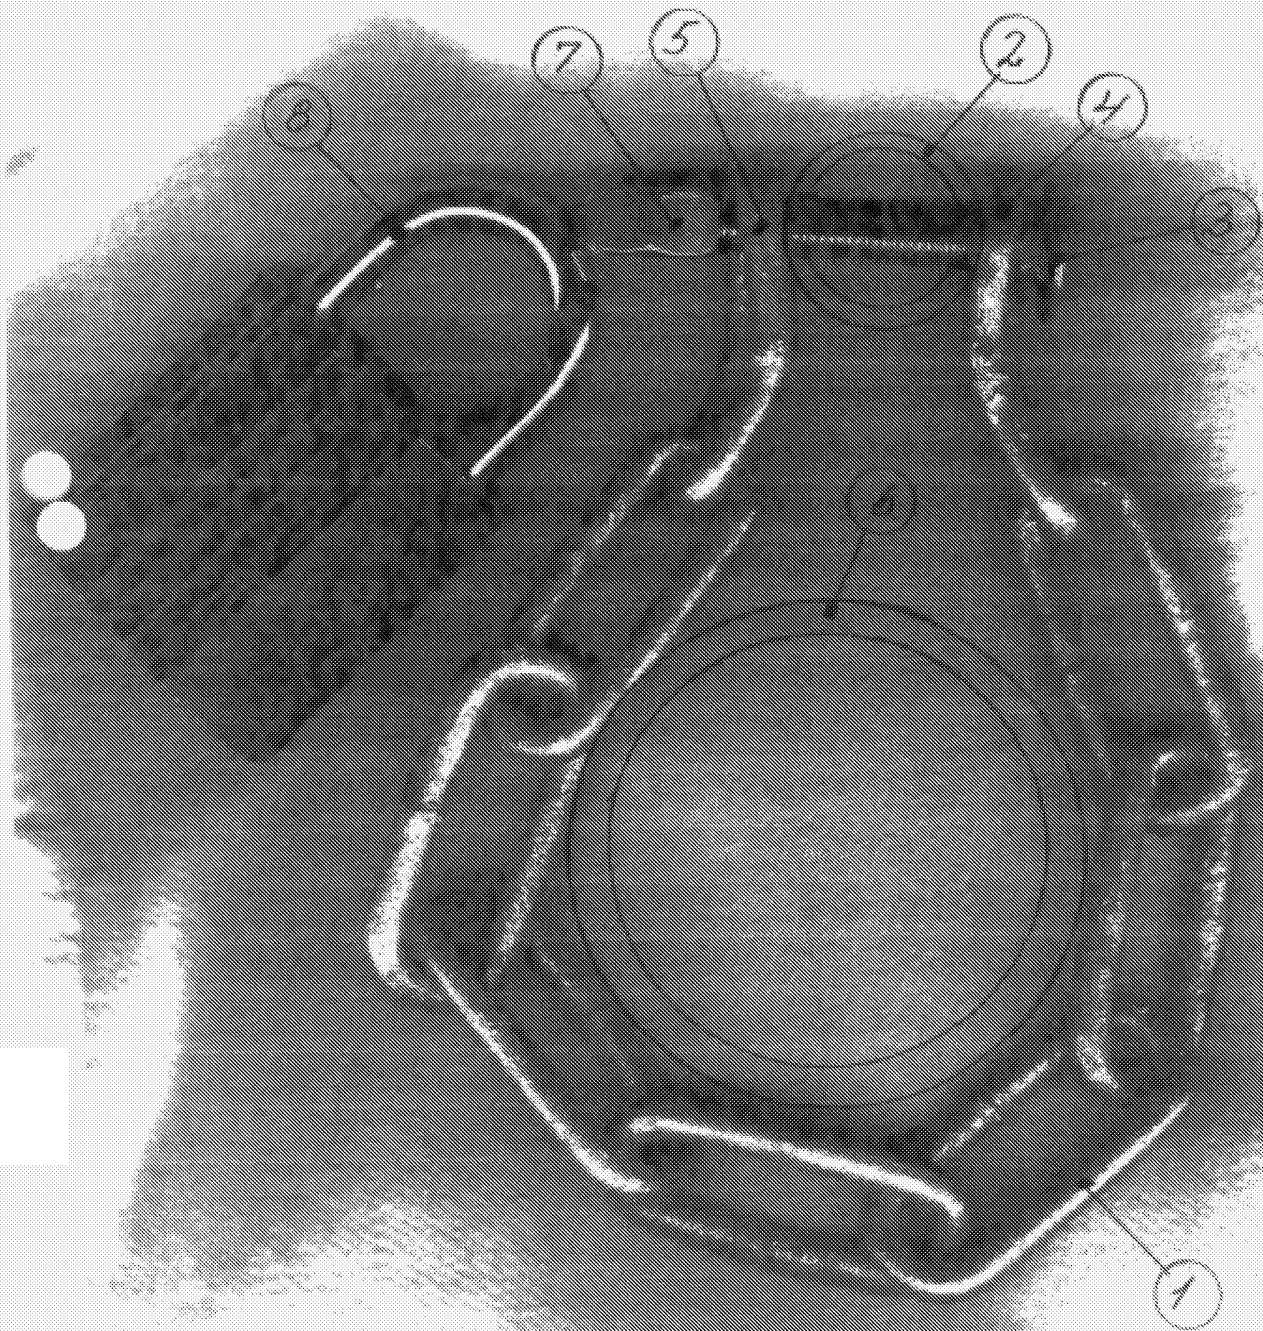

Fig. 1.
Den afpassede og afkortede kæde/ wire (1) går nu fra feks. bolten (3) i låsebøjlen højre side ned under træktøjet (6) og op på og ind over låse øjet (7) i venstre siden, hvor nu hængelåsen (8) kan placeres, og nu er traileren låst. Fig. 1.